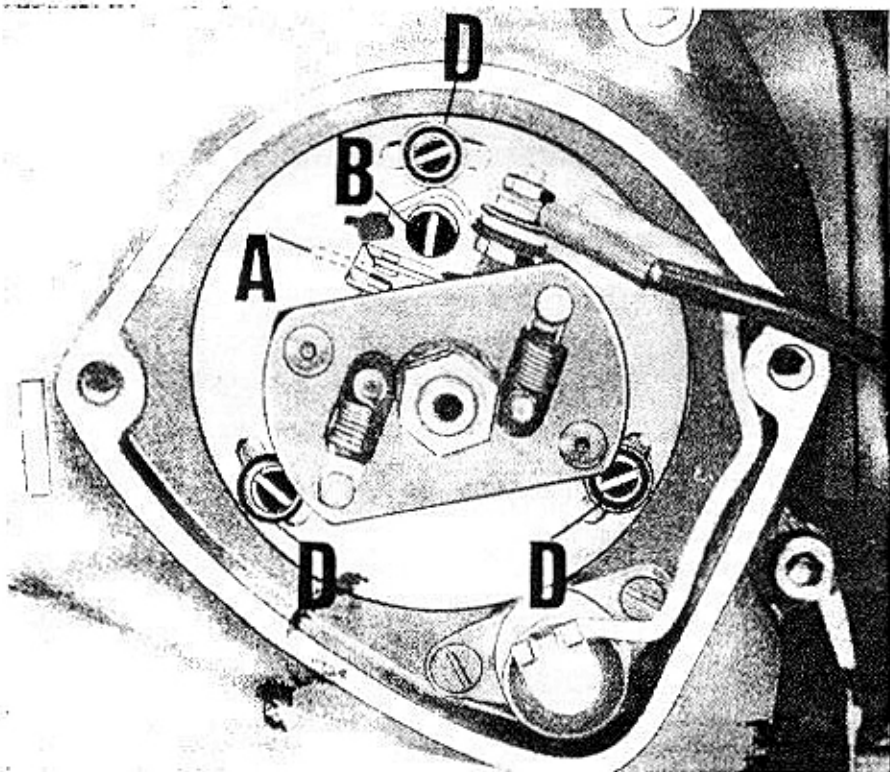

Fig. 18
(vedere fig. 18)
- Verificare l'apertura dei contatti del ruttore (A di fig. 18) deve essere di mm $0,42 \div 0,48$.
Quando i contatti del ruttore iniziano l'apertura la lampada si accende, se i contatti si aprono prima o dopo il punto stabilito occorre allentare le viti (D di fig. 18), che bloccano il ruttore sul coperchio trasmissione, indi ruotare il ruttore a destra o a sinistra affinché i contatti iniziano l'apertura esattamente al punto stabilito.